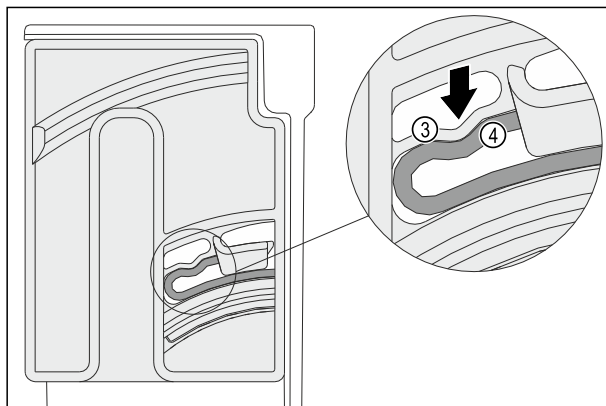

Fig. 149
- ▶ Elastisches Element *Fig. 149 (3)* der Dreheinheit rastet hörbar in der Rundform der Rippe *Fig. 149 (4)* ein.